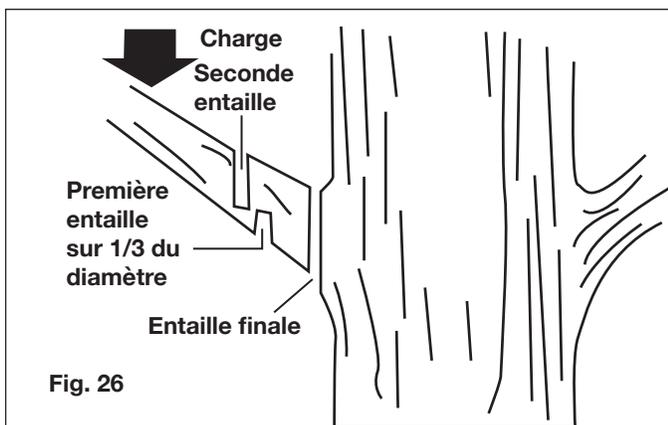

Fig. 26
- La première entaille doit être pratiquée dans la partie inférieure de la branche, sur 1/3 de son diamètre. La seconde entaille doit être pratiquée dans la partie supérieure de la branche pour la faire tomber (Fig. 26). Préparez-vous à compenser le poids de la scie à chaîne à manche télescopique quand la branche tombe.